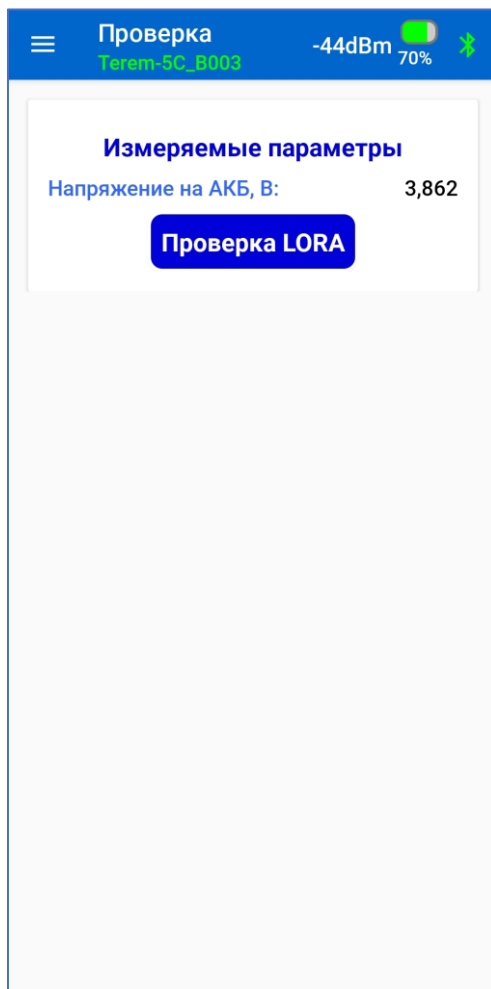

Рисунок 18 – Экран меню «Проверка»
После нажатия на строку «Проверка» на экране главного меню, происходит переход на соответствующий экран (рис. 18).
- нажать клавишу «Проверка LORA» (рис. 18);